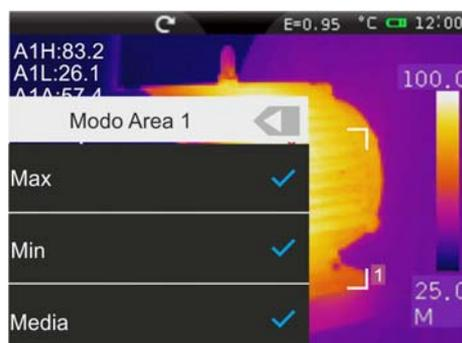

Fig. 32: Impostazioni parametri associati all'Area di misura
2. Toccare l'icona "🎨" per selezionare le seguenti opzioni di visualizzazione sulle Aree di misura (vedere Fig. 32): **Max** (valore Massimo dei punti interni all'Area), **Min** (valore Minimo dei punti interni all'Area), **Media** (valore Medio dei punti interni all'Area). La selezione è individuata dalle icone "✓" a display